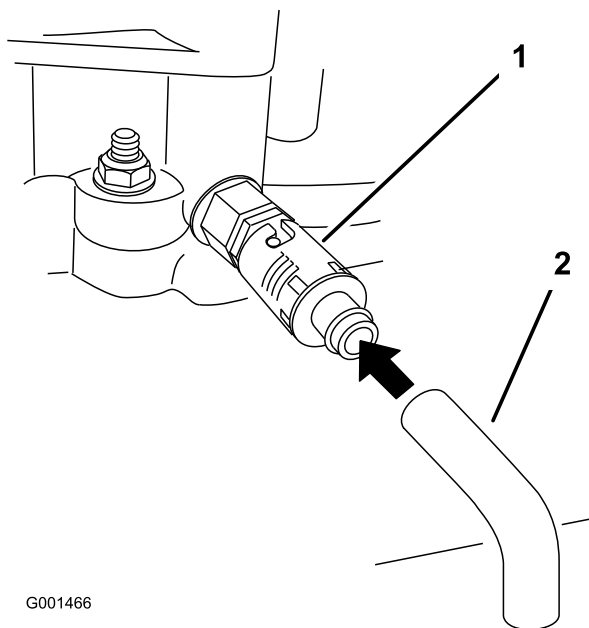

Figura 24
6. Coloque un recipiente debajo del tubo de vaciado. Gire la válvula de vaciado para que se drene el aceite (Figura 24).
8. Retire el tubo de vaciado (Figura 24).